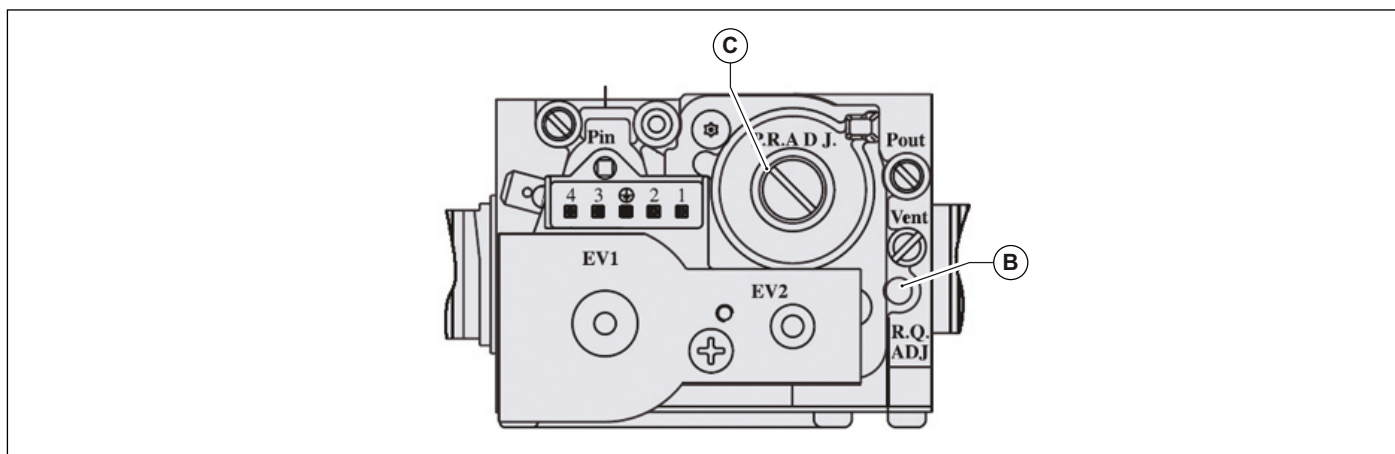

Fig. 30 Reglare valoare dioxid de carbon
- Reglați valoarea dioxidului de carbon (CO₂) din gazele arse, rotind regulatorul de raport **B** (vezi Fig. 30 Reglare valoare dioxid de carbon) și asigurați-vă că reintră în limitele din Tab. 22 Valori ale CO₂ în gazele arse. Lăsați centrala în modul curățare și treceți la pasul următor de reglare la puterea minimă.
- Reglați valoarea dioxidului de carbon (CO₂) din gazele arse, rotind regulatorul de offset **C** (vezi Fig. 30 Reglare valoare dioxid de carbon) și asigurați-vă că reintră în limitele din Tab. 22 Valori ale CO₂ în gazele arse.